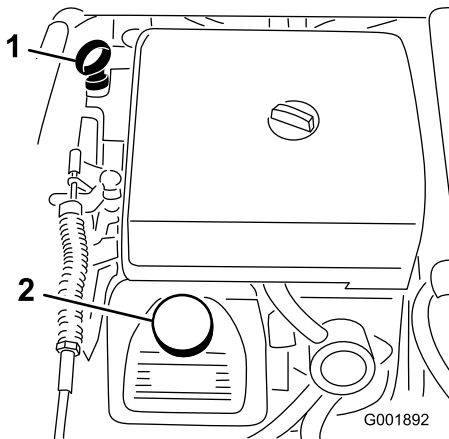

Figure 20
2. Retirez la jauge et essuyez-la sur un chiffon propre (Figure 20). Remettez la jauge dans le tube en l'enfonçant au maximum. Sortez de nouveau la jauge et vérifiez le niveau d'huile.
3. Si le niveau d'huile est bas, retirez le bouchon de remplissage du couvercle de culasse (Figure 20) et ajoutez la quantité d'huile nécessaire pour amener le niveau au repère maximum sur la jauge. Reportez-vous à la section Entretien de l'huile moteur, sous Entretien du moteur, pour connaître le type d'huile et la viscosité qui conviennent. Versez l'huile lentement et vérifiez souvent le niveau durant la procédure. Ne remplissez pas excessivement.